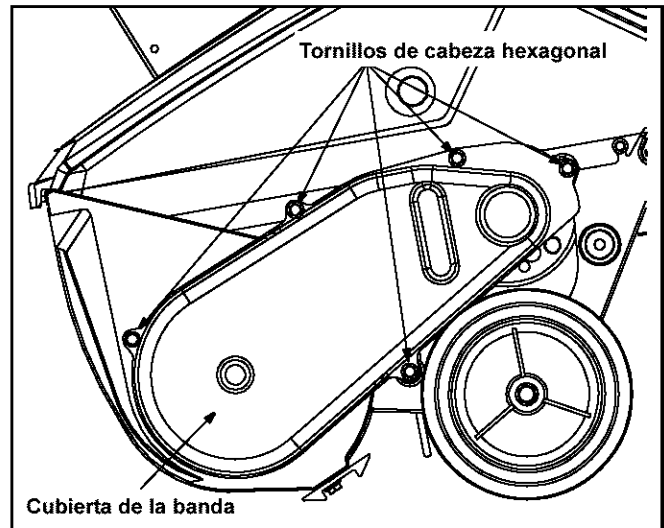

Figura 8
- Saque la cubierta de la banda del costado izquierdo de la caja de la barrena de la máquina quitanieve para lo cual debe desenroscar los cinco tornillos con cabeza hexagonal que la sujetan en su sitio. Ver Figura 8.
- Saque la cubierta de la banda del costado izquierdo de la caja de la barrena de la máquina quitanieve para lo cual debe desenroscar los cinco tornillos con cabeza hexagonal que la sujetan en su sitio. Consulte Figura 8.